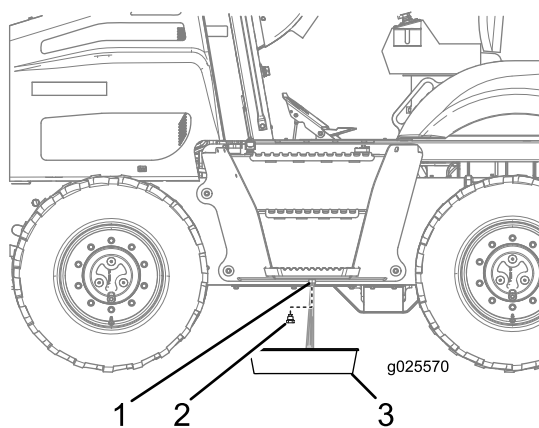

Figura 71
3. Desatornille el tapón de vaciado del depósito de combustible y elimine el agua (Figura 71).
4. Cuando aparezca combustible limpio, instale el tapón de vaciado y apriete con firmeza (Figura 71).